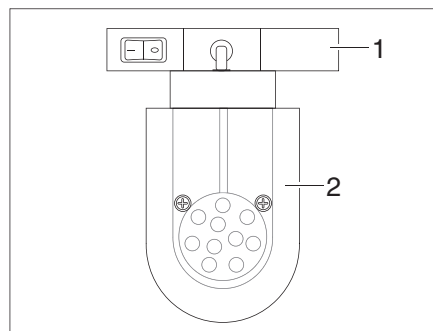

Bild 147 LED-Spotleuchte (Beispiel)
- Halterung (Bild 147,1) fassen und um 90° drehen.
- LED-Spotleuchte (Bild 147,2) aus Schienensystem entnehmen.
- LED-Spotleuchte (Bild 147,2) an gewünschter Position in das Schienensystem einsetzen und um 90° drehen.